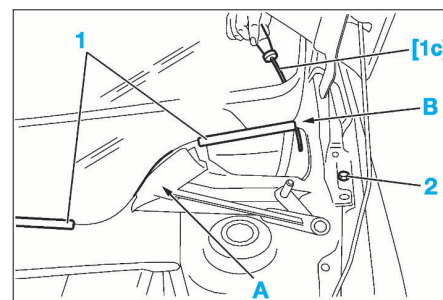

FIG. 120
- Déposer les profilés (1) de bas de pare-brise (Fig.120).
- Fixer le fil de découpe [1e] sur la fixation (2).
- De chaque côté, poser du ruban adhésif en (A) afin de protéger la feuillure.
- Faire passer l'alène [1c] à travers le cordon de colle, de l'intérieur vers l'extérieur, en (B).
- En cas de repose du pare-brise, reposer les profilés (1) de bas de pare-brise (Fig.120) en prenant soin de respecter les marques sur le pare-brise.